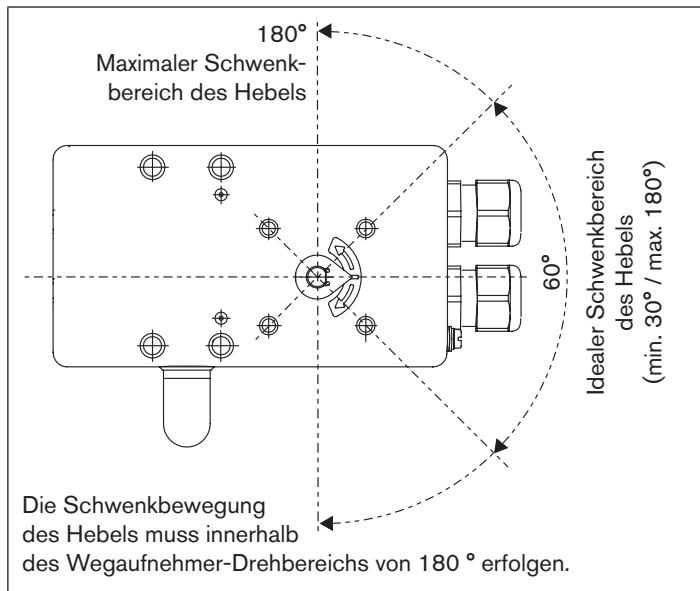

Bild 8: Schwenkbereich des Hebels
**!** Der Abstand des Mitnehmerstiftes von der Welle sollte gleich dem Antriebshub sein. Dadurch ergibt sich der ideale Schwenkbereich des Hebels von 60° (siehe „Bild 8“).